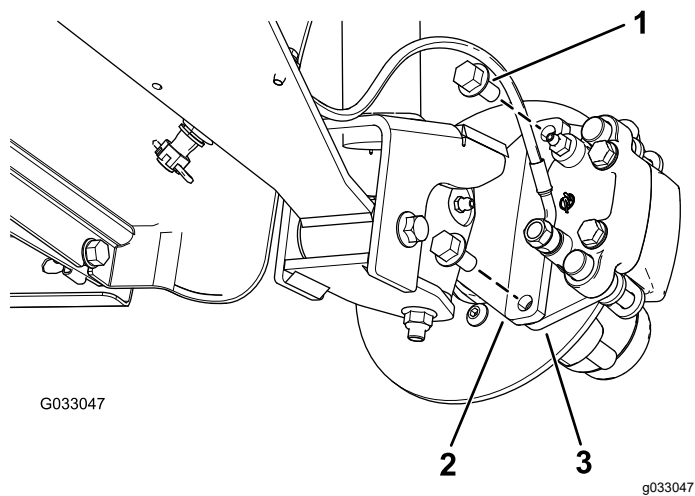
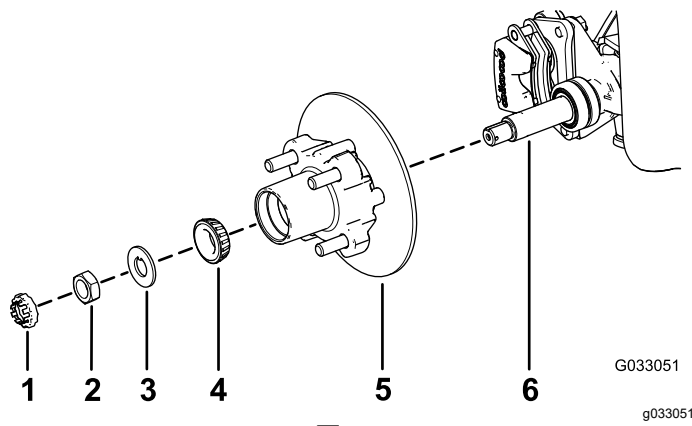

図 26
図 30
3. ブレーキアセンブリ用のブラケットをスピンドルに固定しているフランジヘッドボルト $\frac{3}{8}$ " x $\frac{3}{4}$ "を外してスピンドルからブレーキを取り外す 図 26。
1. スピンドルに所定のグリスを薄く塗る 図 30。
2. ハブとロータをスピンドルに取り付ける。ロータを内側にすること 図 30。
3. スピンドルに外側ベアリングを取り付けてレースにはめる 図 30。
4. スピンドルにタブワッシャを取り付ける 図 30。
5. スピンドルにスピンドルナットを取り付け、ハブを回してベアリングを着座させながらナットを 15 N·m 1.52 kg·m = 11 ft-lb に締めつける 図 30。
- ブレーキパッドをロータのそれぞれの側に合わせ 図 26、キャリパブラケットの穴と、スピンドルフレームのブレーキ取り付け部の穴を整列させる 図 30。
- キャリパブラケットをスピンドルフレームに固定する 図 26 フランジヘッドボルト $\frac{3}{8}$ " x $\frac{3}{4}$ " 2本を使用する。